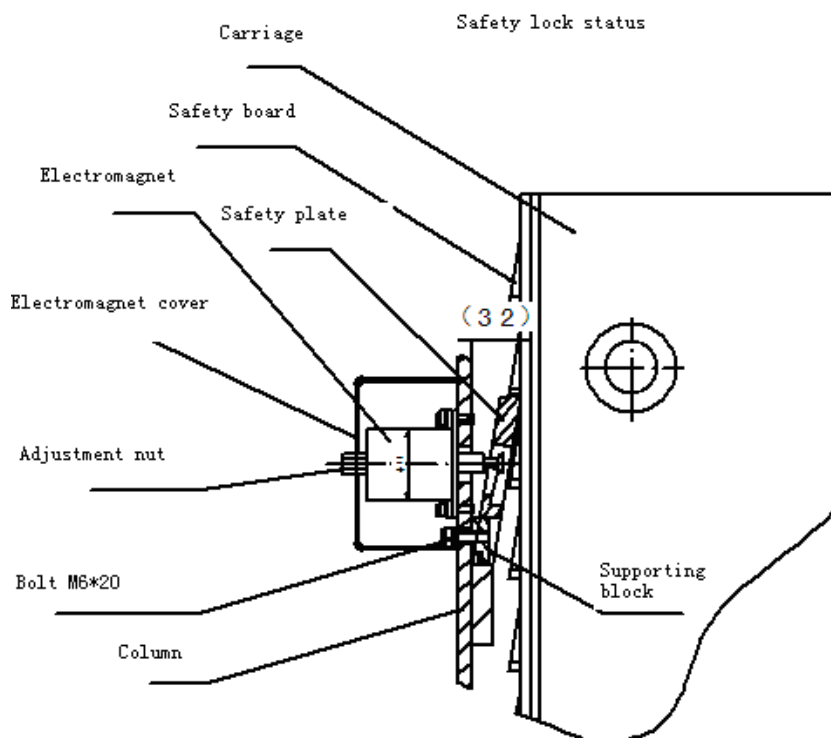

Fig 2e
- Principiile mecanismului de blocare prin electromagnet de siguranță : partea superioara a plăcii de siguranță se deplasează de-a lungul plăcii de siguranță. Când caruciorul se ridică, orificiul de pe placa de siguranță folosește unghiul său înclinat pentru a îndepărta placa de siguranță, astfel încât placa de siguranță să se ridice progresiv. Placa de siguranță se va bloca în orificiul de siguranță pentru a preveni căderea căruciorului în caz de eșec a mișcării acestuia. (Fig. 3). Pentru a acționa electromagnetul ce face ca blocarea de siguranță să fie dezactivată pentru coborârea căruciorului (Fig.2e 、 2f)